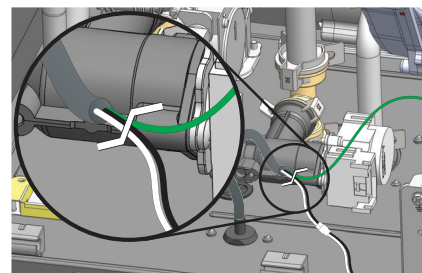

Figure 37 - Emplacement de la coupure du cordon d'alimentation du système
- 4 Repérer le cordon d'alimentation du système à l'aide de la Figure 37. Couper les fils à l'endroit indiqué dans la Figure 37.